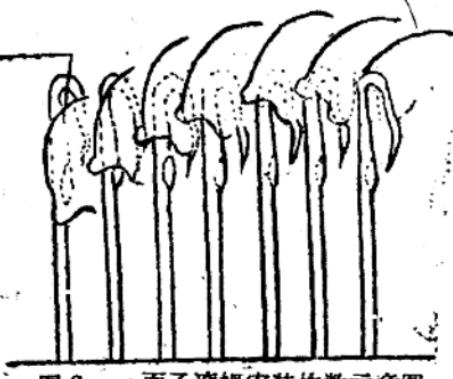

图 3 面子滚姆安装片数示意图
(1) 滾姆的片数和高低：第一个面子滾姆进針有七片（进針片数可随坯布密度的多少而适当增减）。进入針档的第一片鋼片尖端与針筒內圓弧平齐，从此片往上数第七片（最高一片）鋼片的槽子(头部凹下部分)与針头平，見图3。